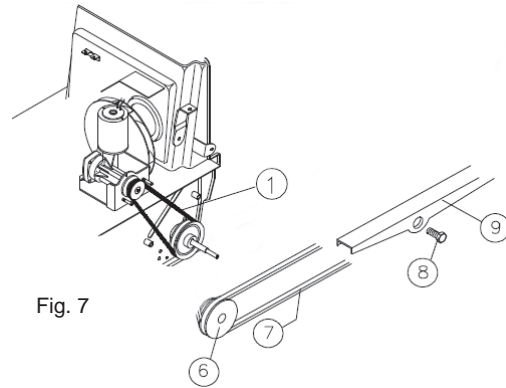

Fig. 7
- Retirer la courroie pos. 7 Fig. 7 de la poulie pos. 6 Fig. 7.
- Dévisser l'axe de fixation pos. 8 Fig. 7 et faire sortir les crochets du bras latéral pos. 9 Fig. 7 de la bague dentée libre.
- Retirer la courroie pos. 7 du bras latéral pos. 9 Fig. 7.
- Raccrocher le bras latéral pos. 9 Fig. 7 à la bague dentée libre.
- Révisser l'axe pos. 8 Fig. 7.
- Enfiler la courroie pos. 7 Fig. 7 dans la poulie pos. 6 Fig. 7.
- Retirer la courroie pos. 1 Fig. 7.